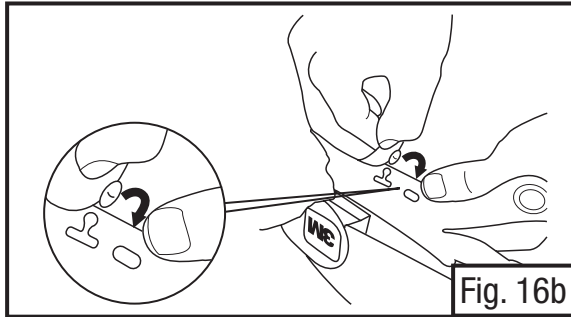

Fig. 16b
**Remarque :** Durant l'installation du joint frontal, orienter le côté luisant face à soi (vers l'extérieur). Appuyer fermement sur une petite section du joint d'étanchéité à la fois de manière à l'insérer dans la rainure. S'assurer d'insérer complètement les deux nervures du joint d'étanchéité dans la rainure. Saisir la languette en tissu dotée d'un bouton et la replier vers l'intérieur de la coiffe. Fixer le bouton du joint frontal à la coiffe (Fig. 16b).